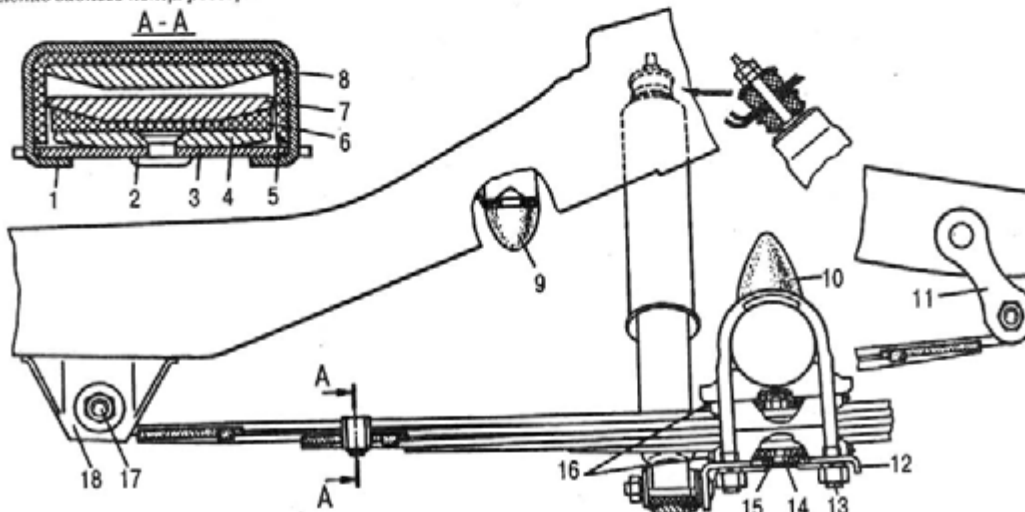

Рис. 265. Задняя подвеска:
Задняя подвеска (рис. 265) автомобиля выполнена на двух продольных асимметричных листовых рессорах, работающих совместно с двумя телескопическими амортизаторами двухстороннего действия.
**Затяжка до момента соприкосновения фланцев обойм башмака поз. 12 (см. рис. 265 и 268).